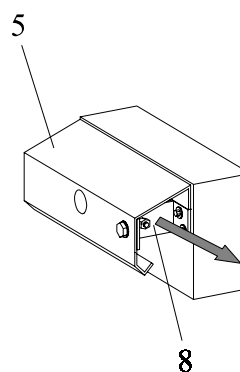

Bild 2.10 Schienenträger vorbereiten
Der Anschlagspuffer (8) am Ende der Laufschiene (5) ist ebenfalls zu lösen. **Bild 2.10**